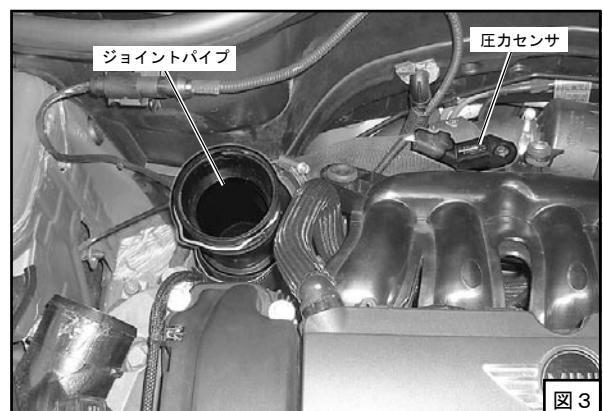

図 3
(4) ホースバンドをゆるめ、ジョイントパイプを取り外してください。(図 3)
(5) ボルトをゆるめ、圧力センサを取り外してください。
(図 3)